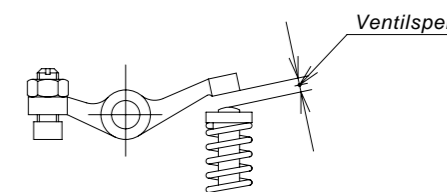

bild 3
- 2 Ett korrekt ventilspelet bör inte vara mer än maximalt 0.1mm. Justeringen görs genom att man släpper på låsmuttern (bild 3) och justerar justeringsskruven. Kolven måste vara på det övre vändläget före justering utförs. Motorn går bäst när ventilspelet är korrekt. Om ventilspelet är för stort kommer motorn att tappa kraft.